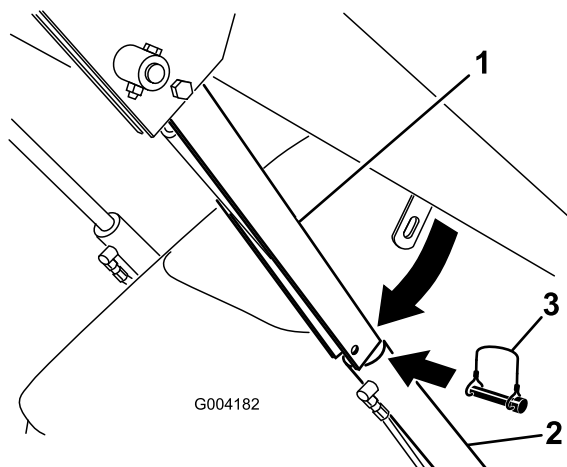

Bild 19
4. Entfernen Sie den Klappstecker, mit dem das Zylinderschloss am Hubarm befestigt ist (Bild 19).
5. Senken Sie das Zylinderschloss über die Zylinderstange und befestigen Sie es mit dem Klappstecker (Bild 19).